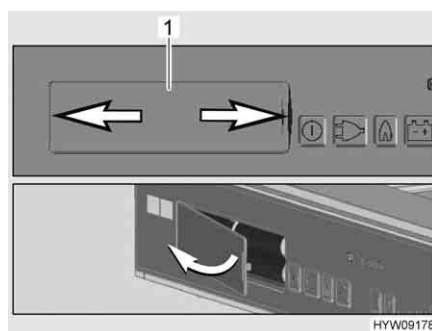

Fig. 172 Vano batteria
- Premere contemporaneamente a sinistra e a destra sul coperchio (Fig. 172,1) del vano batteria (freccia).